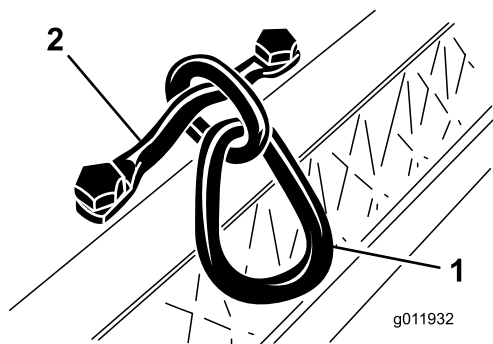

Figura 7
2. Apriete los tornillos a 34–40 N·m (25–30 pies-libra) (Figura 7).